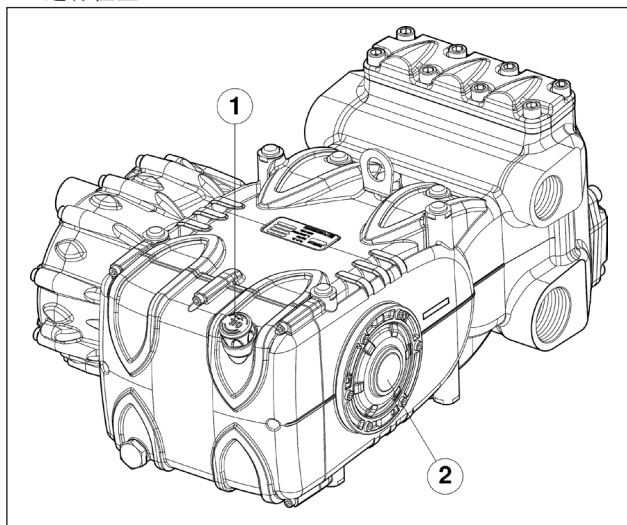

图 8
5. 泵壳中的油处于规定的油位，可通过专用的油位杆（①，图8）进行检查，此外也可用油位指示器（②，图8）进行检查。